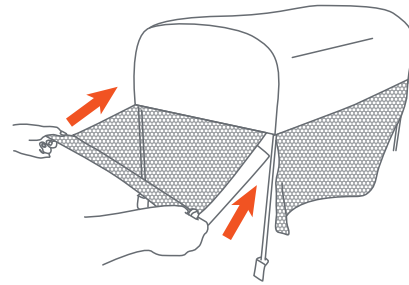

Fig. 8c
- **To store away the mosquito net:** Roll up the mosquito net (Fig. 8c) and tuck it into the canopy pocket and zip up the zipper.
- **Para guardar la mosquitera:** Enrolle la mosquitera (Fig. 8c) y mételo en el bolsillo del dosel y cierra la cremallera.